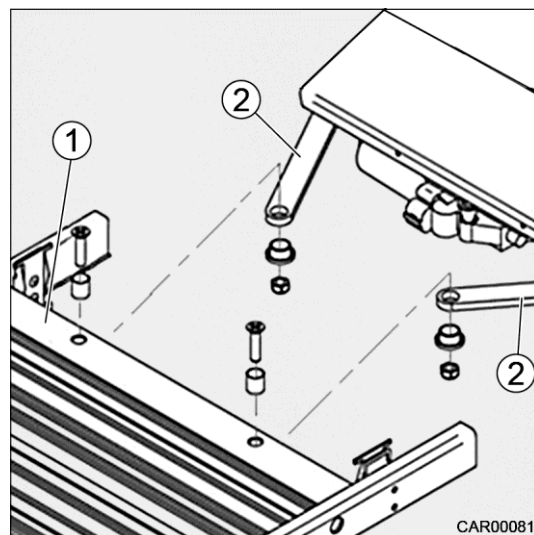

Fig. 10 Déverrouillage de secours
2. Desserrer la marche (Fig. 10/1) des tiges d'entraînement (Fig. 10/2) (clé n°10).